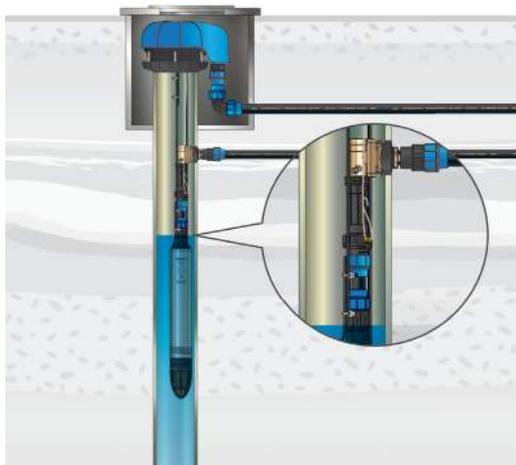
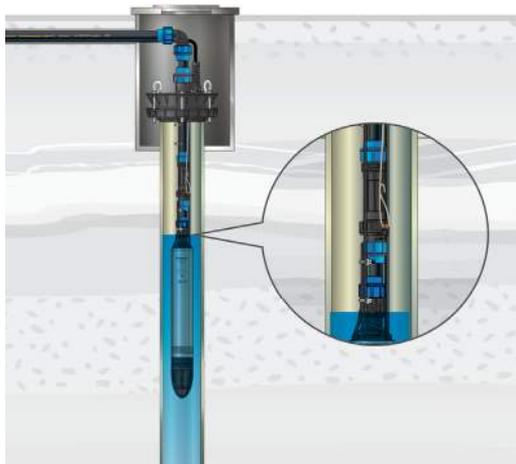

Рисунок 2
Рисунок 3
1. Сливной клапан разработан специально для монтажа на скважинный адаптер (рисунок 2), но его также можно установить в разрез напорной трубы $\varnothing 32$ мм через комбинированную муфту с внутренней трубной резьбой 1" (рисунок 3).